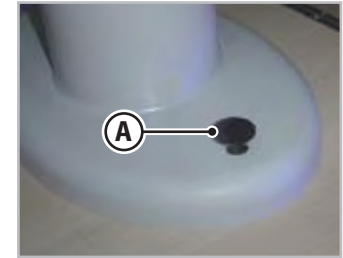

Fig.6.21 - Teleskopben
1. Tryk med din fod på knappen (A - Fig.6.21) placeret på bordets fod.